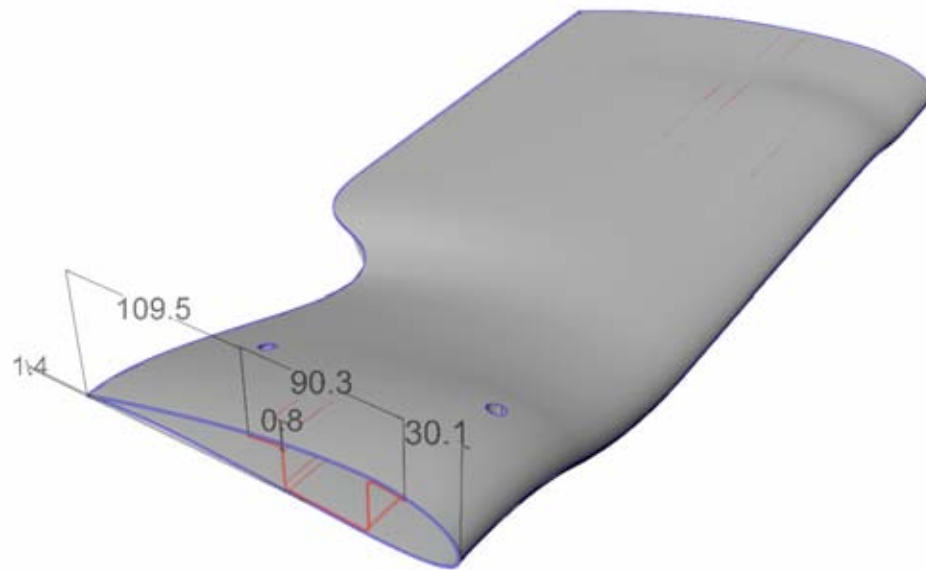

Fig. 2
2. Appliquer le nombre nécessaire de couches de fibres de carbone pour restaurer une épaisseur de 1.4 mm (fig. 2,3).